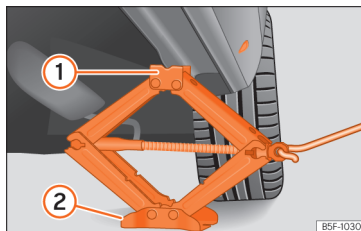

Fig. 245 Longarina: colocação do macaco do veículo.
- Rode a manivela do macaco, colocado por baixo do ponto de apoio da longarina, para levantá-lo até que o ressalto ① » » » Fig. 245 se encontre por baixo do alojamento previsto.
- Alinhe o macaco de forma a que a patilha ① «encaixe» no alojamento previsto da longarina e que a placa base móvel ② fique apoiada no chão. A placa base ② deve ficar colocada na vertical relativamente ao ponto de apoio ①.